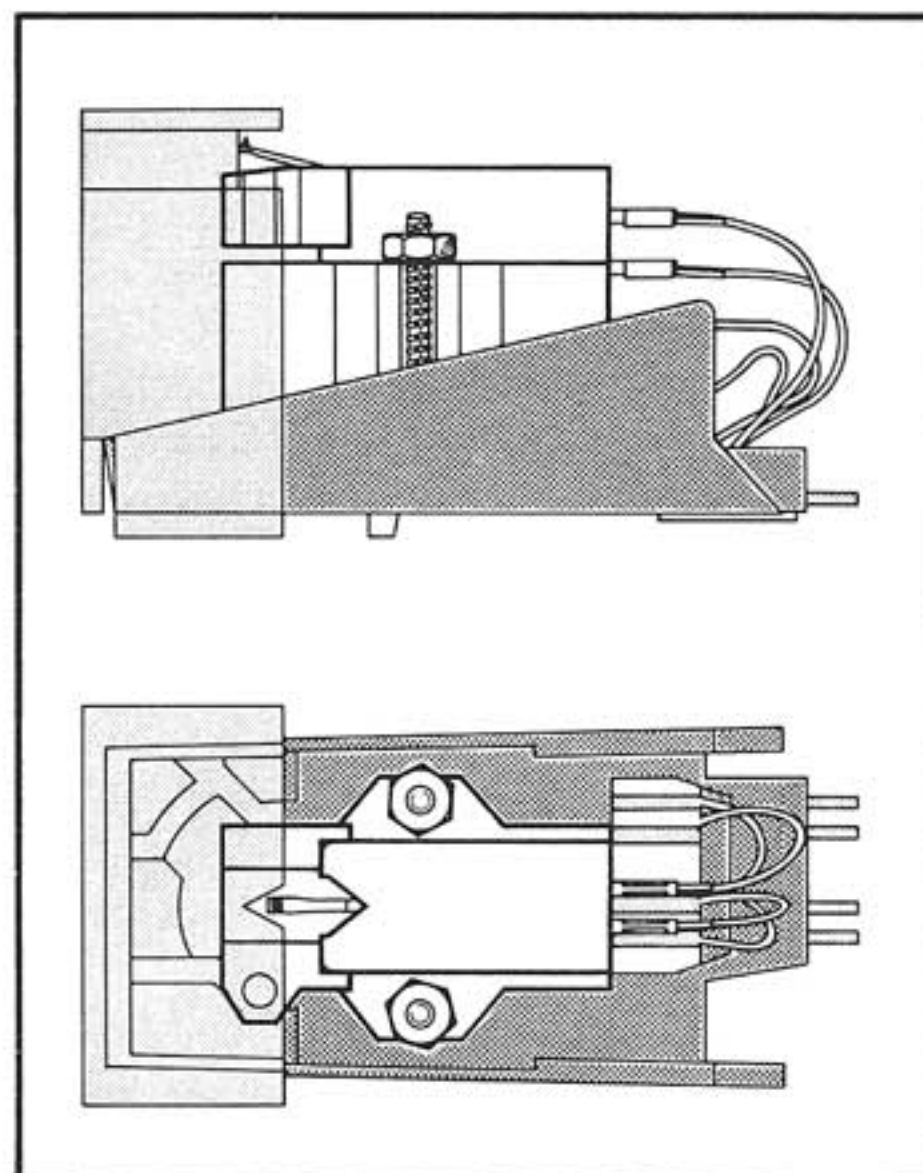

Fig. 12
2. Het toonsysteem op de systeemhouder bevestigen. Dit moet op de meerkundig juiste plaats gemonteerd worden (fig. 12). Gebruik hierbij het hulpmateriaal, dat bij de platenspeler geleverd wordt, zoals mal, afstandsrollen, schroeven en moeren.